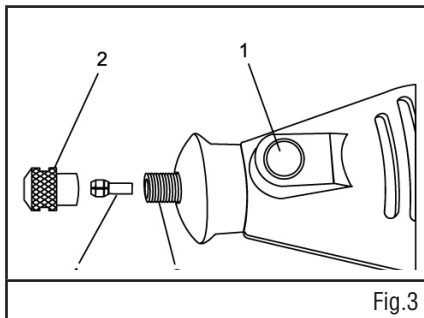

Fig.3
2. Enfoncez le bouton de verrouillage de la tige (n° 1) et tournez doucement l'écrou de pince de serrage (n° 2) jusqu'à ce que le bouton de verrouillage de la tige retienne la tige (n° 3) (voir la figure 3).